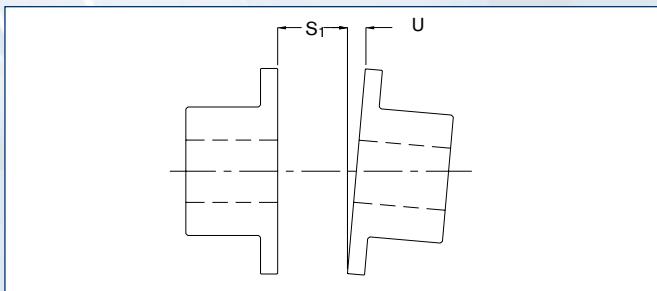

Abb. 5 / Fig. 5
3. Vor dem endgültigen Befestigen der Kupplung ist es sinnvoll die Ausrichtung ein letztes Mal zu überprüfen. Hierfür messen Sie die Höhe des Lamellenpaketes S1 an zwei um 180 Grad versetzten Positionen (Abb. 5). Die Differenz der beiden gemessenen Werte darf den Wert U (Seite 59, Tabelle 4) nicht überschreiten.
3. It is useful to check the alignment one last time before finally fixing the coupling. To do this measure the height of the disc pack S1 at two positions at 180 degrees to one another (fig. 5). The difference between the two measured values may not exceed the value U (page 59, table 4).